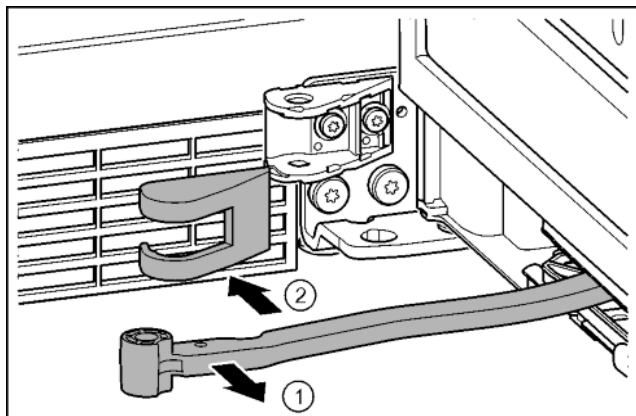

Fig. 20
- ▶ Przegub obrócić w kierunku drzwi. Fig. 20 (1)
- ▶ Usunąć osłonę płytki zawiasu. Fig. 20 (2)